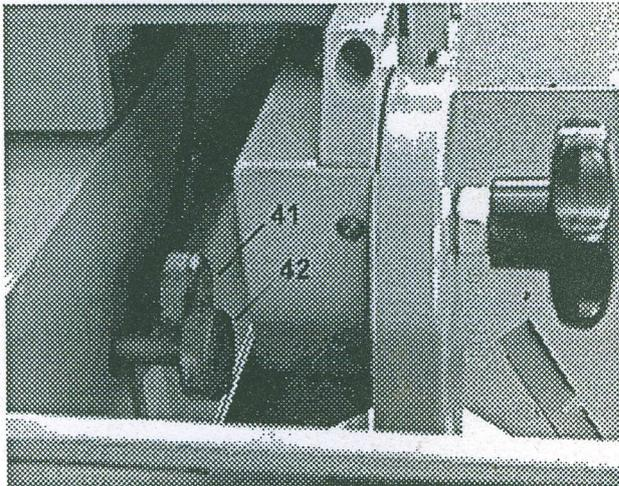

Bild 5.7
- Mit dem Einstellrädchen 41 (Bild 5.7) verstellt man nach links oder rechts (eine Umdrehung bewirkt dabei ca. 0,1 mm Verstellweg).
- Mit dem Rädchen 42 (Bild 5.7) nach oben oder unten (eine Umdrehung ca. 1 mm Verstellweg).